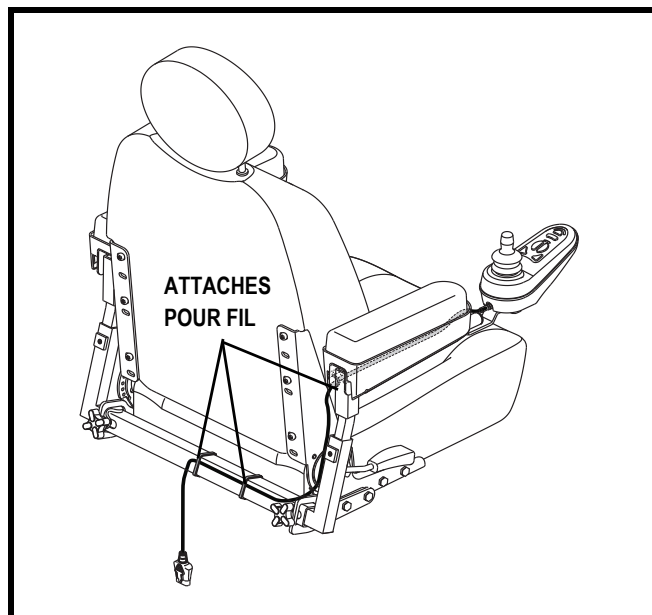

Figure 9. Câble sécurisé sur un siège Contour
9. Fixez le câble du contrôleur sous l'accoudoir avec des attaches pour fil. Voir la figure 9.